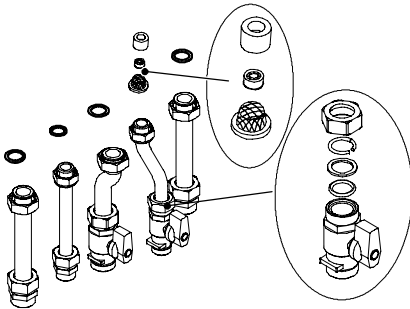

fig. 5.1
- 3 Avvitare i rubinetti e i raccordi rapidi sull'impianto idraulico fig. 5.1.